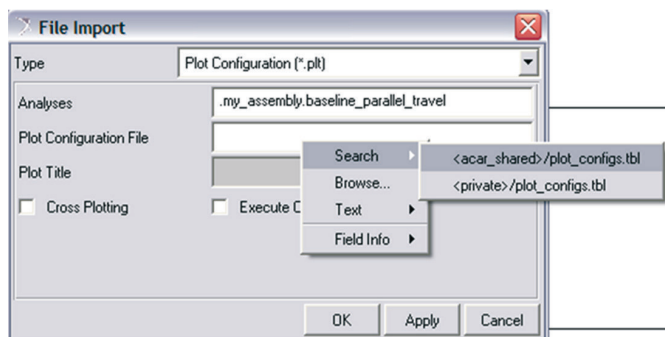

Figura 4.147 – Importando arquivos de configuração dos gráficos.
- O arquivo com a configuração desejada dos resultados deve ser selecionado no campo *Plot Configuration File*. Para isto, clique com o botão direito do mouse sobre esse campo, e selecione a opção mostrada na Figura 4.147.